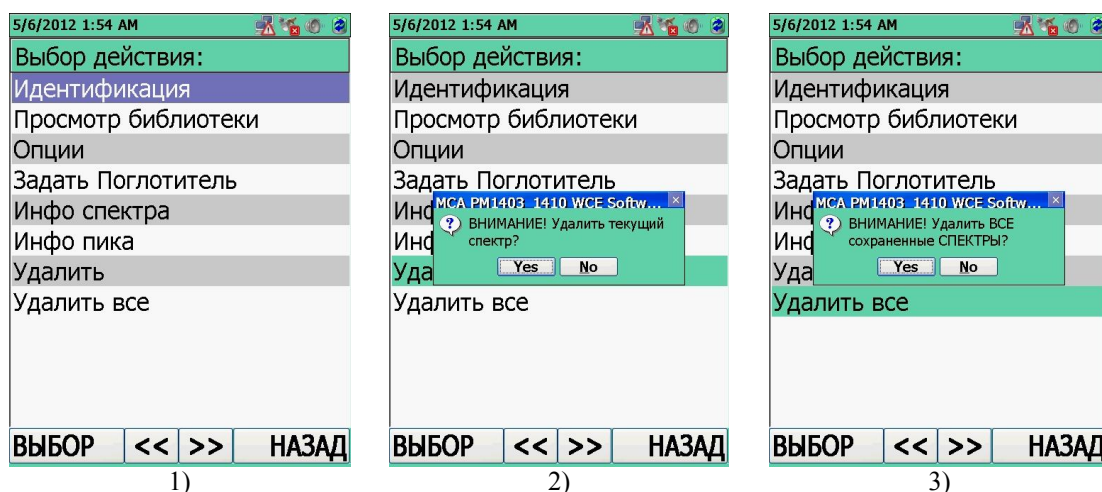

Рисунок 11.51
Находясь в меню режима просмотра сцинтилляционных спектров, рисунок 11.51 (1), пользователь имеет такие же возможности, как и в режиме регистрации сцинтилляционного спектра (11.1.5), где и описана подробная работа каждой опции:
- "Удалить" – удаление просматриваемого спектра из памяти прибора. После выбора данной опции пользователь получит предупреждающее сообщение об удалении просматриваемого спектра из памяти прибора, рисунок 11.51(2). Для подтверждения удаления необходимо нажать "Yes", или отменить удаление, если нажать "No";
- "Удалить все" – удаление всех сохраненных спектров из памяти прибора. После выбора данной опции пользователь получит предупреждающее сообщение об удалении всех спектров из памяти прибора, рисунок 11.51 (3). Для подтверждения своего намерения необходимо нажать "Yes", для отмены – нажать "No".